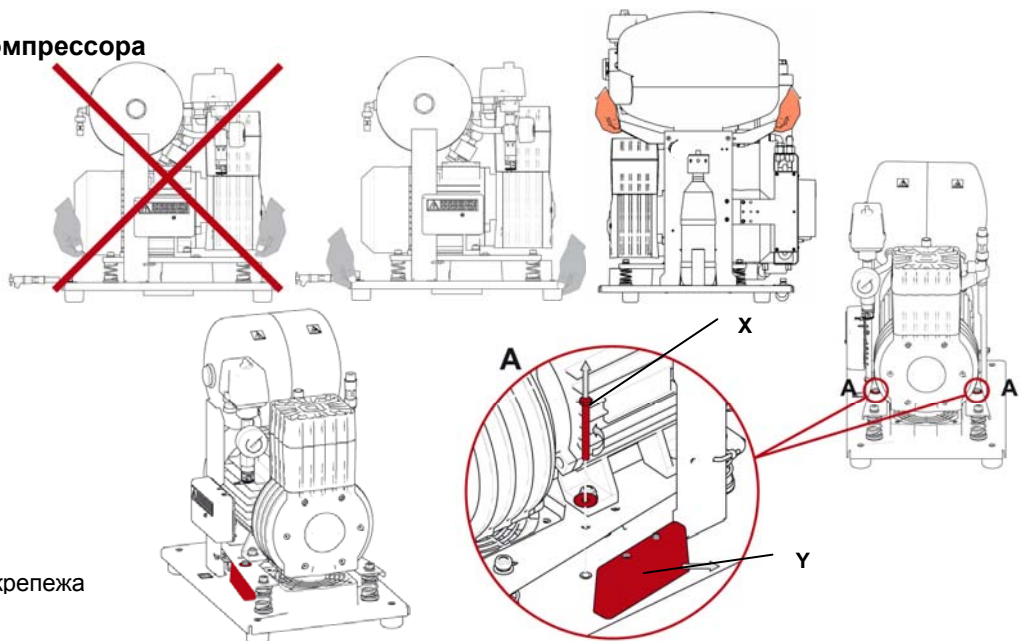

Рис.8 Ослабление крепежа
Дентальный компрессор с основанием DK50 Z, DK50-10 Z, DK50-10 Z/M, DK50 PLUS, DK50 PLUS/M (Рис.8) Изделие после распаковки необходимо поставить основанием на пол помещения, снять упаковочные материалы и удалить крепежные детали (X,Y) - деталь А. Выходной напорный шланг, шланг стока и шнур подвода электричества направить в задней части компрессора по направлению от компрессора.
Дентальный компрессор в шкафчике DK50 S, DK50-10 S (Рис.5, Рис.8) Изделие после распаковки необходимо поставить основанием на пол помещения, снять упаковочные материалы и удалить крепежные детали (X,Y) - деталь А. Выходной напорный шланг, шланг стока и шнур подвода электричества направить в задней части компрессора по направлению от компрессора. На компрессор сверху надеть шкаф таким образом, чтобы передняя панель шкафчика была направлена к передней части компрессора, а содержимое шкафчика бы фиксировало основание по его контуру. Проверить, правильно ли выведены напорный шланг, шланг стока и электрический шнур через заднее отверстие в шкафчике. Шланг стока со сточным клапаном закрепить в держателе задней стены шкафчика.
Дентальный компрессор в шкафчике DK50-10 S/M (Рис.5, Рис.8) Изделие после распаковки необходимо поставить основанием на пол помещения, снять упаковочные материалы и удалить крепежные детали (X,Y) - деталь А. Выходной напорный шланг, шланг стока и шнур подвода электричества направить в задней части компрессора по направлению от компрессора. На компрессор сверху наденьте корпус шкафчика, подсоедините гибкий вал к кнопке управления, зафиксируйте винтом и прикройте корпус шкафчика верхней крышкой согласно рисунку. Проверить, правильно ли выведены напорный шланг, шланг стока и электрический шнур через заднее отверстие в шкафчике. Шланг стока со сточным клапаном закрепить в держателе задней стены шкафчика.
Дентальный компрессор в шкафчике DK50 PLUS S (Рис.6, Рис.8) Изделие после распаковки необходимо поставить основанием на пол помещения, снять упаковочные материалы и удалить крепежные детали (X,Y) - деталь А. На шкафчике компрессора установите 2 стеновых упора (28) в задней верхней части шкафчика и поставьте шкафчик на требуемое место. Упоры обеспечивают достаточное расстояние шкафчика от стены для необходимой вентиляции. Для установки компрессора в шкафчике необходимо открыть дверки на шкафчике с помощью ключа и снять соединительное ребро жесткости (27) в передней нижней части шкафчика. В случае необходимости можно демонтировать дверки с помощью дверных петель (32). Напорный шланг необходимо продеть через отверстие в шкафчике и надлежащим способом подсоединить к электроприбору. Компрессор поднять за ручку и с помощью встроенных колес (33) установить в шкафчике. Трубку манометра шкафчика установите в быстросоединительном элементе на компрессоре, наденьте опять соединительное крепление (27) и подсоедините напорный шланг к компрессору. Шнур электропривода компрессора вставьте в розетку (34) на шкафчике. Поворачивая корректирующие винты (44), установить правильное положение дверей по отношению к раме шкафчика. При закрытии дверей должен штырь на дверях (45) легко попасть в отверстие в раме шкафчика. Закройте дверцы шкафчика и надлежащим образом замкните замок (26). Подсоедините вилку сетевого электрического привода к сетевой розетке. **Запрещается оставлять ключ в замке! Необходимо хранить его вдали от лиц, не прошедших инструктаж!**
Дентальный компрессор в шкафчике DK50 PLUS S/M (Рис.6, Рис.8) Вынув изделие из упаковки, установите его основанием на пол помещения, распакуйте из упаковочного материала и удалите крепежные элементы (X,Y) - деталь А. Компрессор расположить в шкафчике таким же образом, как в предыдущем абзаце. Перед установкой компрессора в шкафчике необходимо продеть трубку для слива конденсата через отверстие в шкафчике и подсоединить к бутылке (22). Магнитный держатель (31) с емкостью (22) для сбора конденсата из сушилки можно установить по бокам шкафчика или спереди на его дверках. При установке держателя с чашей сбоку шкафчика необходимо оставлять не менее 11 см между шкафчиком и мебелью. Меньшее расстояние, чем указанное, может привести к проблемам при манипуляции с чашей.